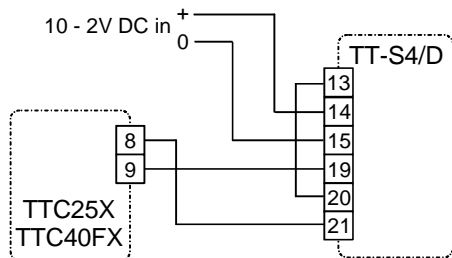

Fig. 3
- Fig. 3 Raccordement du TTC40FX/TTC25X et du signal de commande 10 - 2 V en provenance d'un autre régulateur